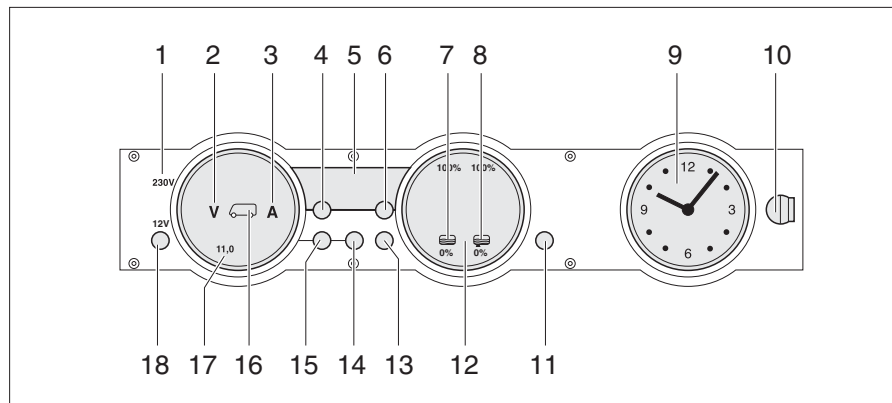

Bild 225 Panel MP 20-T
230 V-kontrollampan (Bild 225,1) lyser när nätspänningen ligger på el-blockets ingång.
Med huvudbrytaren 12 V (Bild 225,18) kopplas panelen och bodelens 12 V-försörjning till eller från.
- Tryck kort på knappen "12 V" (Bild 225,18). 12 V-försörjningen för bodelen är påslagen. Kontrolllampan "12 V" lyser.
- ▷ Efter aktivering av försörjningen: om lysdioden "11,0" för voltindikeringen samt symbolen volt "V" (Bild 225,2) på indikeringsinstrumentet för batterierna (Bild 225,17) blinkar är bodelsbatteriets spänning för låg. Ladda batteriet.
- ▷ Efter aktivering av försörjningen: om kontrolllampan "12 V", symbolen bodelsbatteri (Bild 225,16) och symbolen volt "V" (Bild 225,2) blinkar tre gånger är batterifrånkopplingen aktiverad. Avaktivera batterifrånkopplingen.
- Tryck kort på knappen "12 V" (Bild 225,18). 12 V-försörjningen för bodelen är avstängd. Kontrolllampan "12 V" slocknar.
- Tryck på knappen bodelsbatteri (Bild 225,14) och håll den intryckt i ca 10 sekunder. Symbolerna volt "V" (Bild 225,2) och ampere "A" (Bild 225,3) blinkar tre gånger. Bodelsbatteriet är frånkopplat från 12 V-nätet.
- Tryck på knappen "12 V" (Bild 225,18) och håll den intryckt i ca 5 sekunder. Symbolen volt "V" (Bild 225,2) blinkar tre gånger. Bodelsbatteriet är anslutet till 12 V-nätet. Kontrolllampan tänds efter ca 2 sekunder.
- Tryck på knappen bodelsbatteri "🔌" (Bild 225,14). Symbolen volt "V" (Bild 225,2) lyser. Symbolen ampere "A" är vit eller röd beroende på laddning eller urladdning. Batterispänningen och strömmen för bodelsbatteriet visas via lysdioderna på indikeringsinstrumentet.
- Tryck på knappen startbatteri "🔌" (Bild 225,15). Symbolen volt "V" (Bild 225,2) lyser. Startbatteriets spänning visas via lysdioderna på indikeringsinstrumentet.
- Tryck på knappen tank  (Bild 225,13). Symbolerna vattentank  (Bild 225,7) och avloppstank  (Bild 225,8) lyser. Nivån i vattentanken (vänster skala) och i avloppstanken (höger skala) visas via lysdioderna på indikeringsinstrumentet.
Symbolen volt "V" (Bild 225,2) och lysdioden "11,0" blinkar när batteriets spänning sjunker under 11 V (mätning under pågående drift) och det finns risk för en djupurladdning.